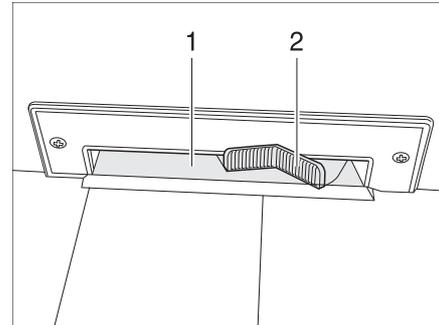

Bild 151 Ansaugöffnung mit Fußschalter
- Fußschalter (Bild 151,2) nach rechts kippen. Der Staubsauger startet.
- Staub mit einem Besen vor die Ansaugöffnung (Bild 151,1) kehren. Der Staub wird eingesaugt.